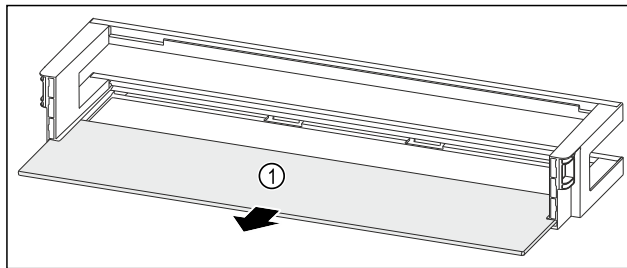

Fig. 197 Дверная полка со съемной полкой
- ▶ Извлеките съемную полку Fig. 197 (1).